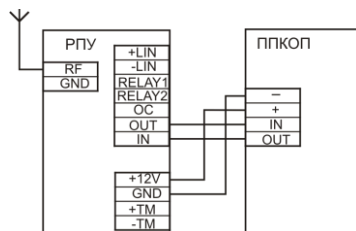

Рисунок 1
3) Провести электрический монтаж к клеммам ППКОП и РПУ в соответствии со схемой подключения (рисунок 1).